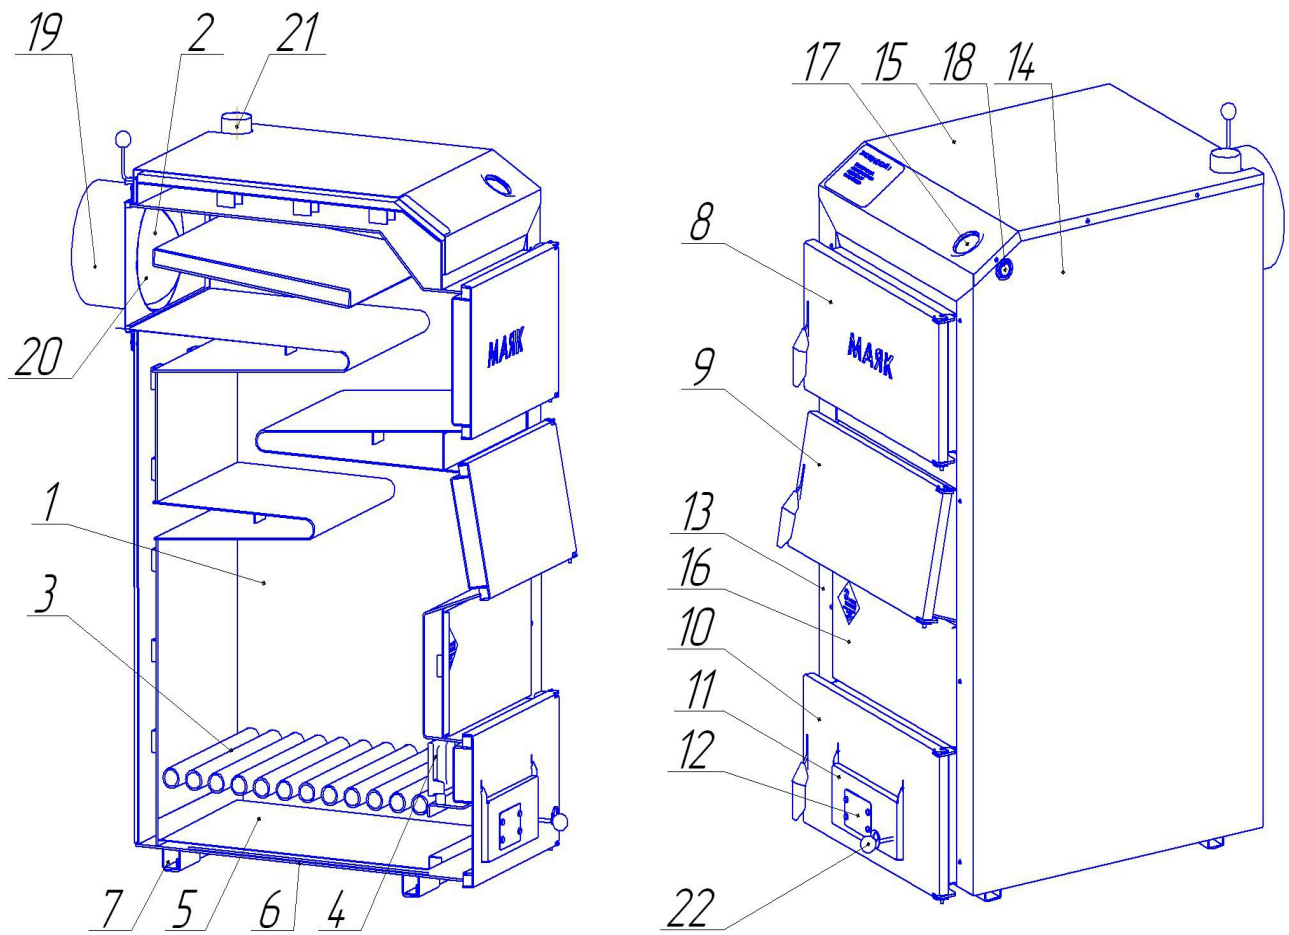

Рисунок 1. Котел опалювальний
для утворення шару висотою приблизно 150 мм, після чого завантаження припинити на термін 15-20 хвилин для займання палива. Після завантаження, закрити завантажувальні дверцята, заслінку на шурувальних дверцятах відкрити за допомогою ручки регулювання доступу повітря (поз.12, рисунок 1) .
7.1.4 Регулювання температури води у котлі проводиться за допомогою шибера (поз.20, рисунок 1) та заслінки (поз.11, рисунок 1). Для збільшення температури необхідно відкрити шибер та заслінку, для зменшення — повністю або частково закрити шибер та заслінку.